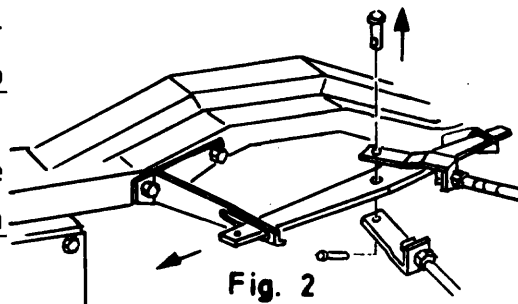

Fig. 2
- d Saque el pasador de unión de los cables de mando con la palanca compensadora y retire ésta (fig. 2).